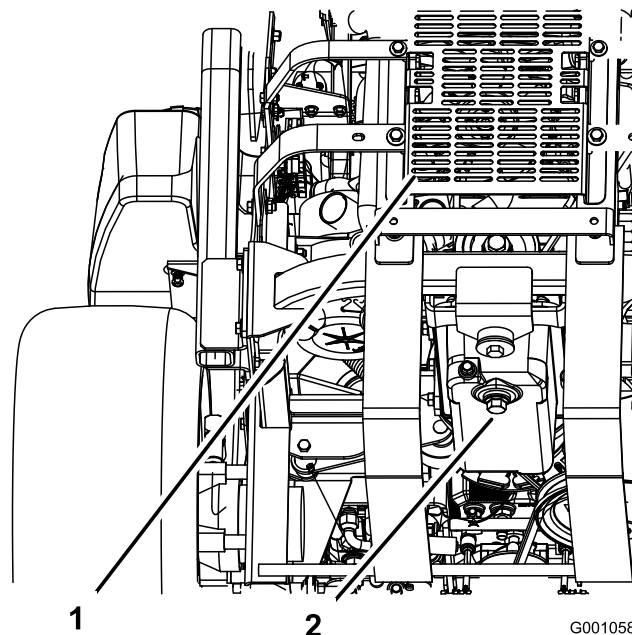

Figure 36
5. Placez un bac de vidange sous l'orifice de vidange. Retirez le bouchon de vidange et laissez s'écouler toute l'huile (Figure 36).